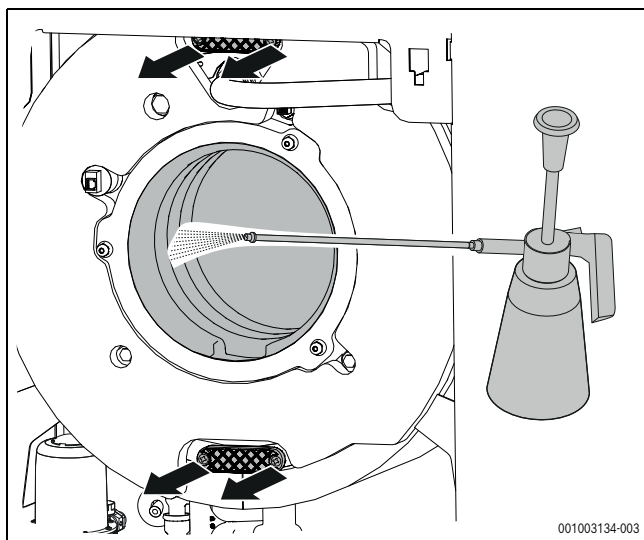

Bild 84 Wärmetauscher mit Sprühlanze reinigen
- ▶ Lose Partikel mit Wasser (z. B. Sprühlanze; Zubehör) aus dem Feuerraum und dem Abgasmantel spülen (→ Bild 84).